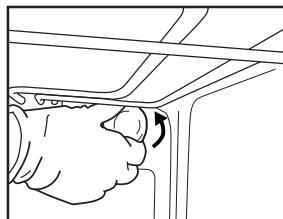
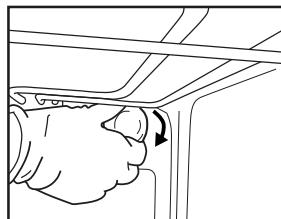

Рис. 6
Рис. 7
2. Открутите плафон (рис. 6), замените лампу (тип лампы указан в примечании) и, установите плафон в исходное положение (рис. 7).